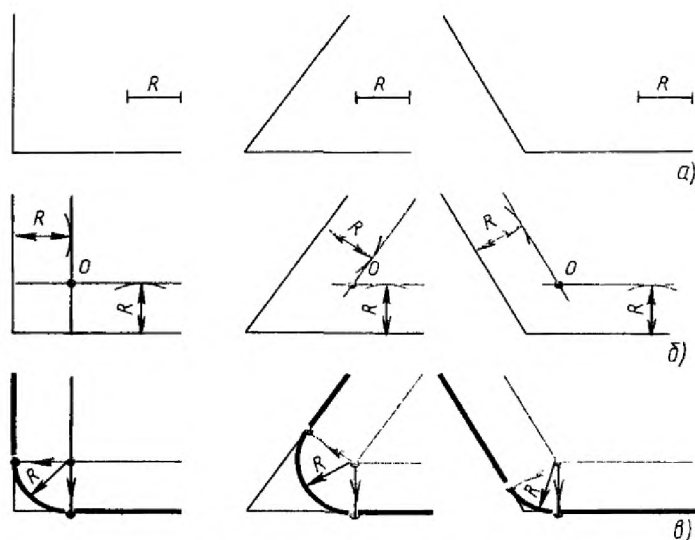

Рис. 132. Общий способ построения сопряжений двух пересекающихся прямых
**Задание 3.** Приготовьте лист чертежной бумаги формата А3. Вычертите рамку и графы основной надписи. По наглядному изображению рисунок 132 постройте сопряжения прямого, острого ( $45^\circ$ ), тупого ( $135^\circ$ ) при  $R=20$ . Постройте шаблон по данным рисунка 134 используя, алгоритм построения.